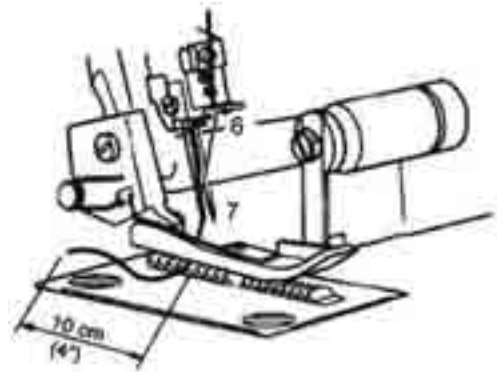

Fig. 33
5. Tråd tråden gennem den venstre nål (7) (fig. 33).
6. Læg tråden bagud under trykfoden ②.